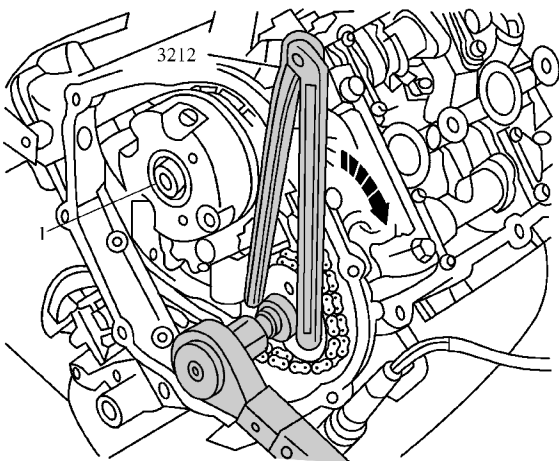

图 1-3-26 将双孔螺母扳手 3212 安放在右侧排气凸轮轴链轮上
9) 如图 1-3-26 所示, 将双孔螺母扳手 3212 安放在右侧排气凸轮轴链轮上。沿箭头方向按压固定支架, 使凸轮轴正时链保持预张紧, 同时将凸轮轴螺栓用插接套件 T10035 和力矩扳手预拧紧。此外在进气凸轮轴上保持预张紧并预拧紧排气凸轮轴上的螺栓 1, 拧紧力矩为 $40\text{N} \cdot \text{m}$ 。